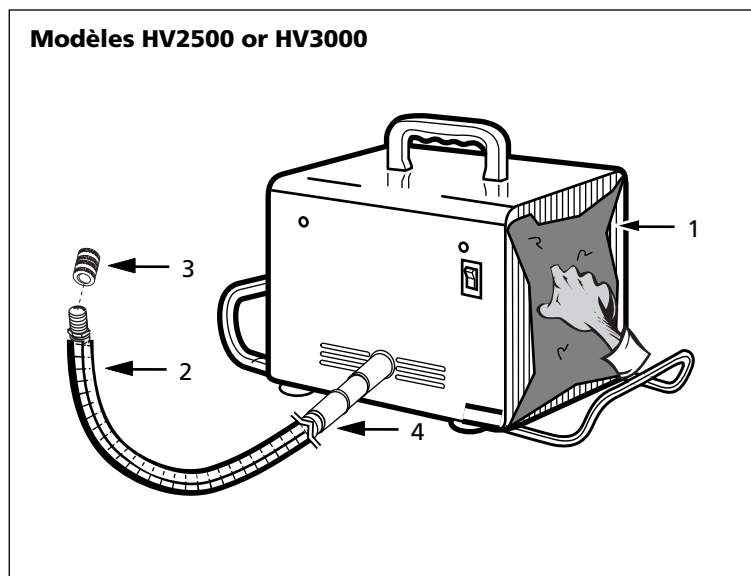

Figure 4
1. Presser et tirer pour enlever les deux filtres (Voir la Figure 4).